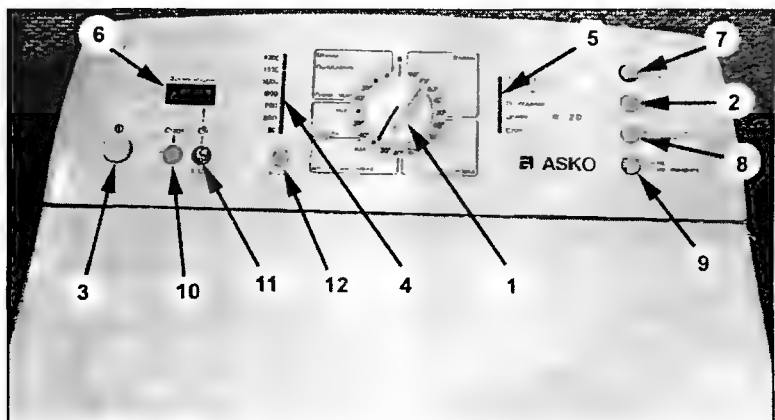

Рис.1.9.1
Внешний вид передней панели СМ «Askо W512D» показан на рис. 1.9.1.
- устанавливают ручку программатора 1 (рис. 1.9.1) в положение «40 °С, ДЕЛИКАТНАЯ СТИРКА»;
В ходе выполнения шага 1 внутреннего теста можно проверить работоспособность кнопок 2, 7, 8, 9 (см. рис. 1.9.1): при нажатии на соответствующую кнопку она подсвечивается, при повторном нажатии — гаснет. Это же касается и кнопок 10 «СТАРТ» и 11 «ОТЛОЖЕННАЯ СТИРКА».